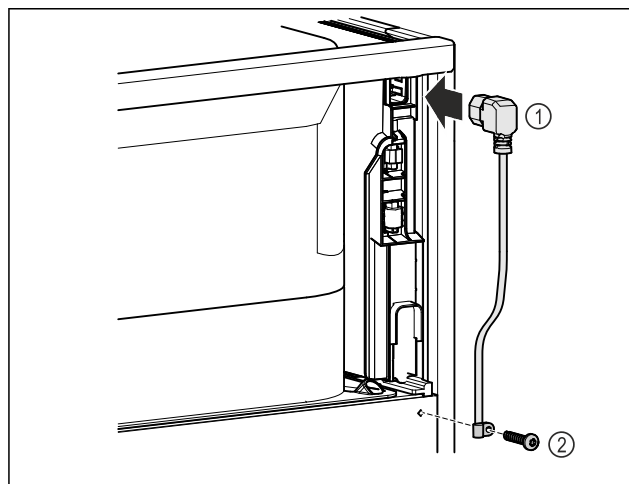

Fig. 50
- Inserire la presa del frigorifero del cavo di alimentazione Fig. 50 (1) sul retro dell'apparecchiatura.
- Montare il serracavo. Fig. 50 (2)